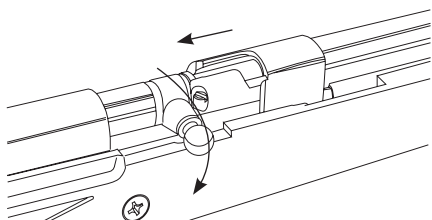

Fig. 11
- Tire la palanca y gire en sentido contrario al reloj hasta que se ubique en su posición trabada (Fig. 11)